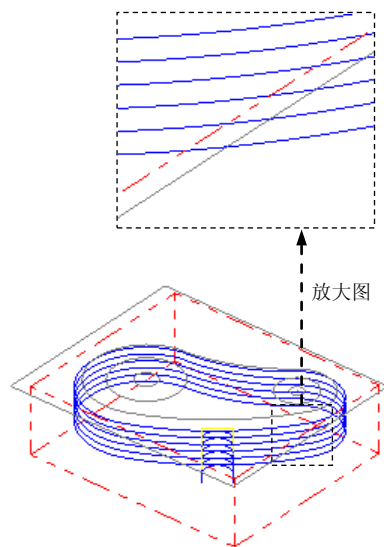

图 4.8.22 刀具路径
Step6. 单击“2D 刀路-外形”对话框中的**✓**按钮，完成加工参数的设置，此时系统将自动生成图 4.8.22 所示的刀具路径。